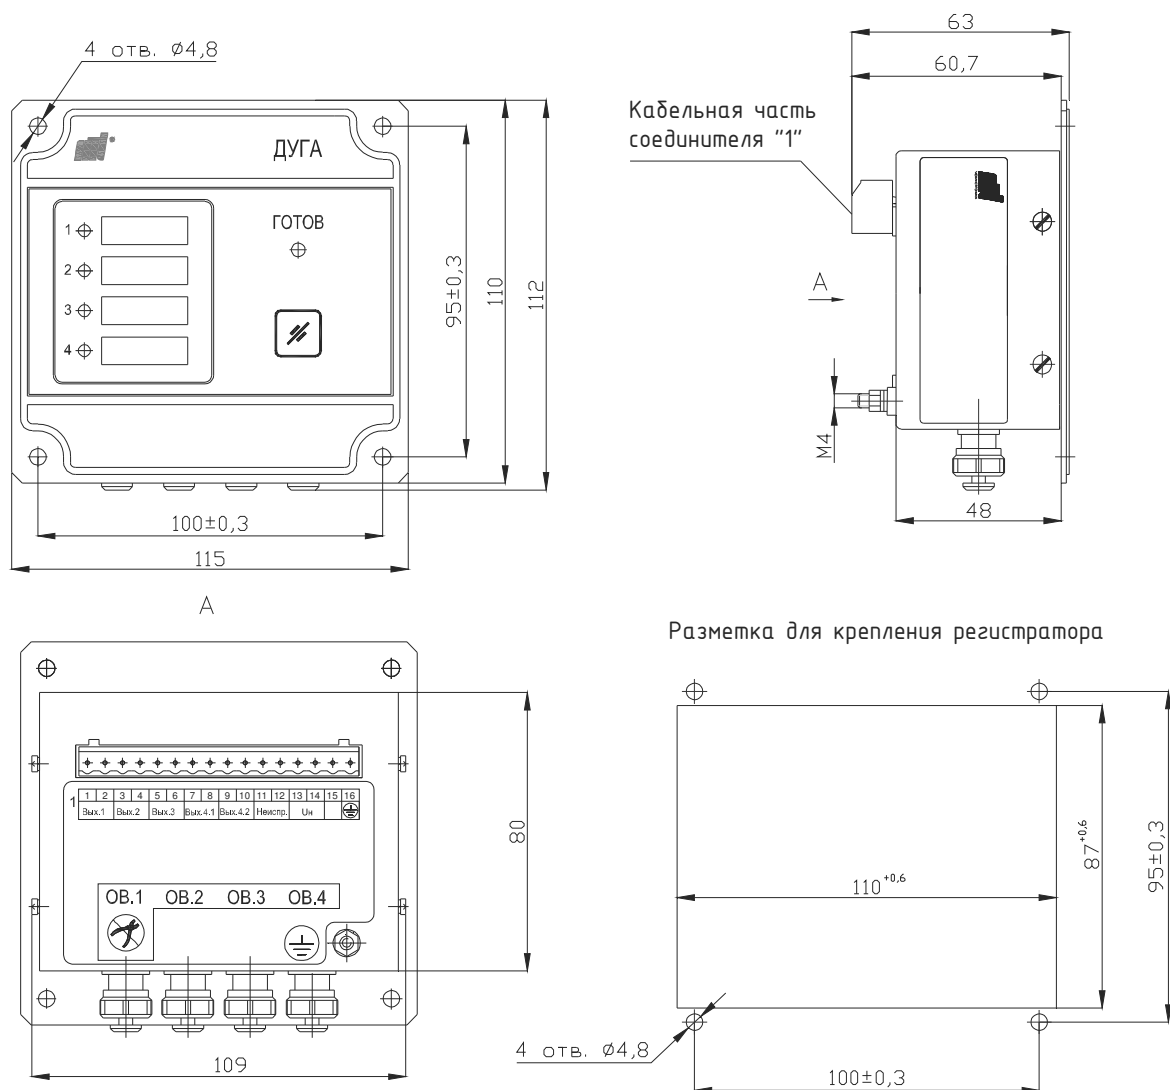

Рисунок 1 - Габаритные, присоединительные и установочные размеры регистратора
4.1 На передней панели регистратора (рисунок 1) расположены четыре светодиода с маркировкой соответствующего датчика "1" - "4" (таблица 3). Рядом с ними расположен светодиод "ГОТОВ" и кнопка КВИТИРОВАНИЕ (мнемоническое изображение "").
6.3 Регистратор заземлить проводом сечением не менее 1,5 мм2, подключаемым к зажиму заземления с маркировкой "⊕", который установлен на тыльной стороне регистратора (см. рисунок 1).